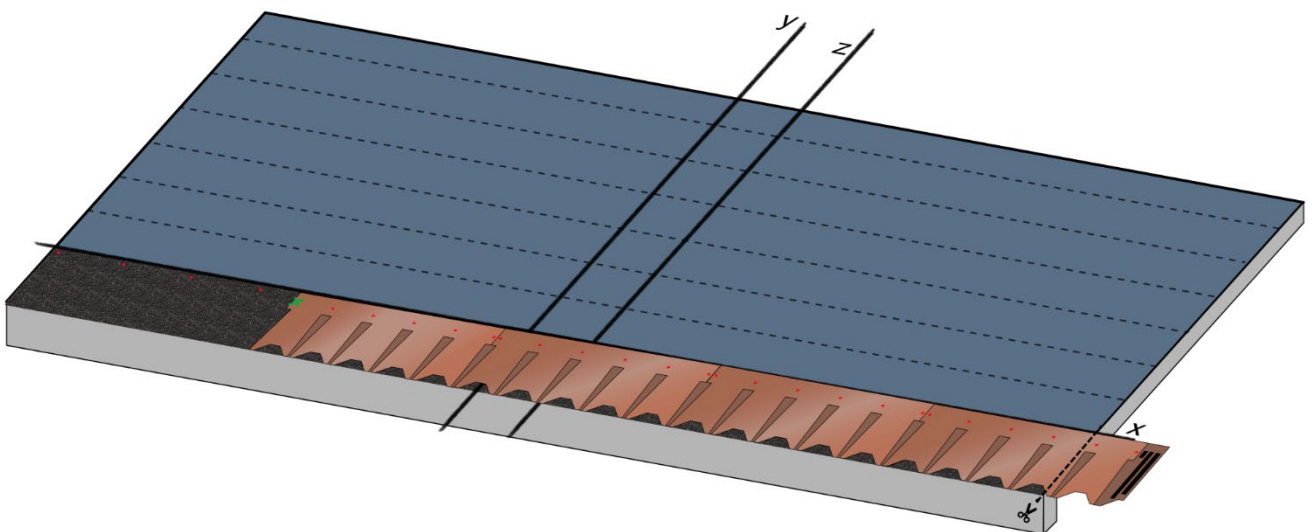

Fig. 9 - Posa della seconda tegola Master Coppo
- Procedere alla posa delle tegole in maniera analoga, procedendo verso destra fino al bordo della falda. Tagliare la tegola Master Coppo in corrispondenza del bordo destro della falda, Fig. 9: